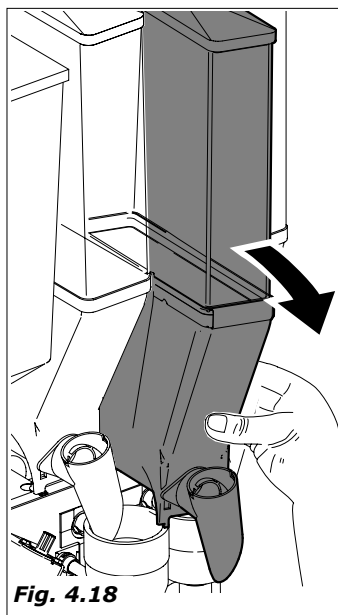

Fig. 4.18
- desmontar todos los contenedores de producto del distribuidor (Fig.4.18)